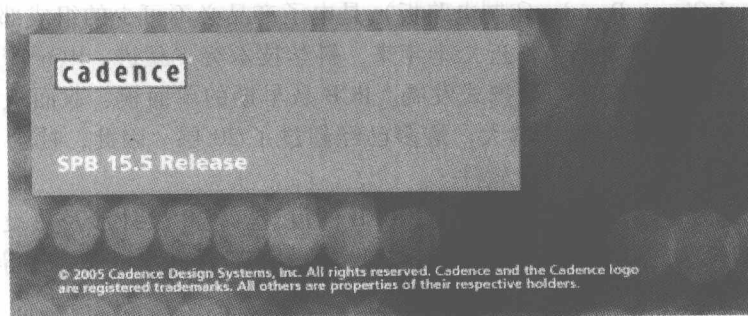

图 1-1 Allegro 安装界面
2) 将安装光盘“Disk1”放入光驱, 安装程序通常会自动启动, 弹出如图 1-1 所示的对话框。如果系统没有启动安装程序, 可以在软件光盘中找到 Setup.exe 文件, 双击程序也可以启动安装。